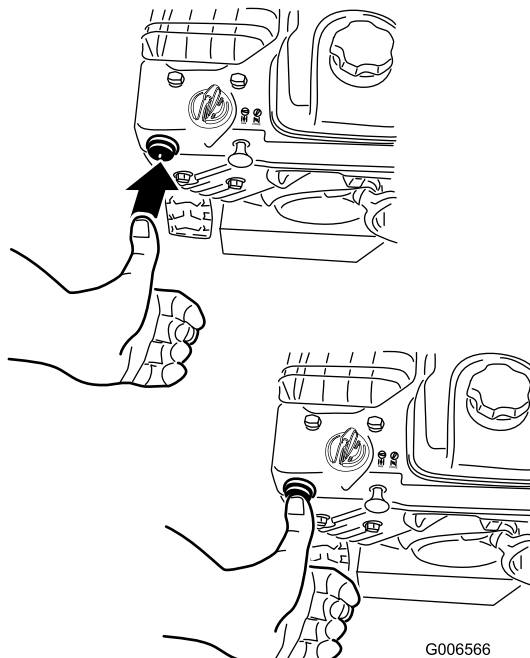

Bild 20
4. Drücken Sie die Kaltstarthilfe zweimal kräftig mit dem Daumen (-9°C oder höher) oder vier Mal (unter -9°C) und lassen Sie die Kaltstarthilfe jedesmal nach einer Sekunde los (Bild 20).